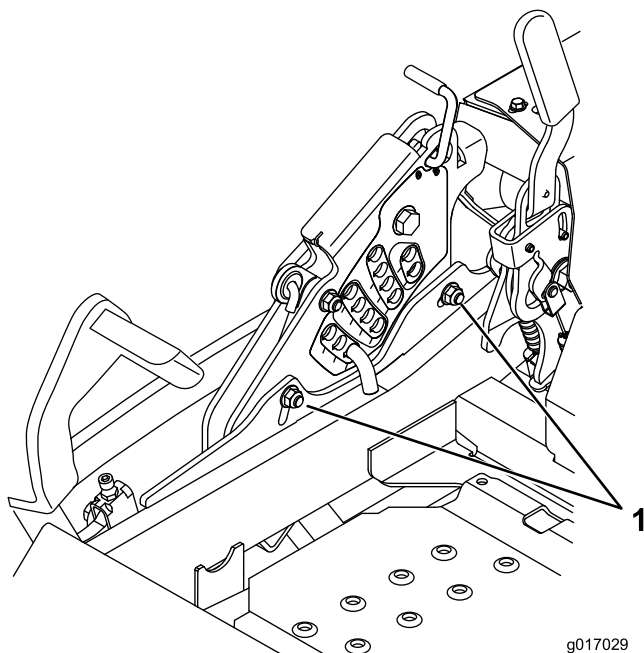

Figure 90
11. Pour régler le système monopoint, desserrez les 2 boulons au bas de la plaque de hauteur de coupe (Figure 90).
13. Serrez les 2 boulons au bas de la plaque de hauteur de coupe (Figure 90). T